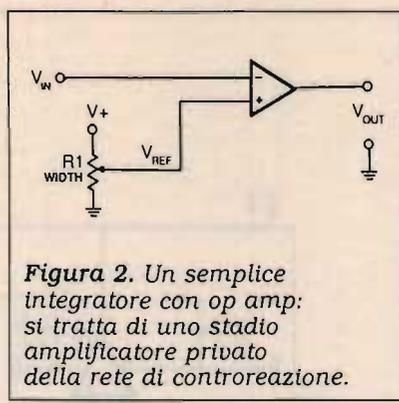
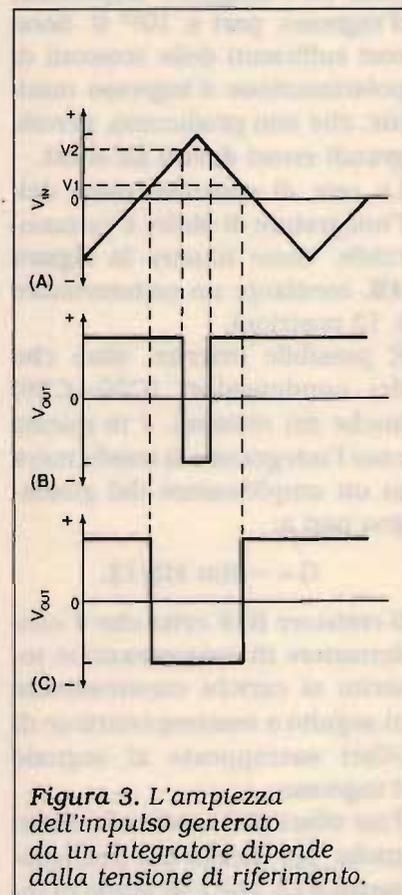

Figura 2. Un semplice integratore con op amp: si tratta di uno stadio amplificatore privato della rete di controreazione.
Figura 3. L'ampiezza dell'impulso generato da un integratore dipende dalla tensione di riferimento.
**Figura 2.** Oscillogrammi relativi ai segnali misurabili in alcuni punti del voltmetro durante una misura in CA (verticale: 2V/div, orizzontale: 0,1 ms/div): (A) segnale d'ingresso; (B) segnale all'uscita di IC1, piedino 6; (C) segnale rettificato sul catodo di D3; (D) tensione continua di controllo del VCO sul pin 5 di IC3; (E) segnale audio in uscita dal piedino 3 di IC3.
Ora, utilizzando un altro semplice circuito, il comparatore (**figura 2**), è possibile ottenere dei segnali impulsivi da quelli triangolari appena ricavati. Un comparatore può essere pensato come un amplificatore dal guadagno eccessivo, il quale, perciò, si satura con tensioni d'ingresso minime: è facile ottenere un circuito di questo tipo da un amplificatore a op amp, al quale sia stata tolta la rete di controreazione. Il guadagno disponibile sarà quello ad anello aperto che caratterizza il peculiare op amp impiegato: per il comunissimo 741, si ha il rispettabile valore di 300.000. Se la massima uscita ammessa è di 10 Vpp, l'ingresso si saturerà con un segnale di:  $(10/300.000) V_{pp} = 33 \mu V_{pp}$ ! Riprendendo in considerazione la **figura 2**, si immagini di applicare una tensione di riferimento all'ingresso non invertente (+) dell'op amp e il segnale triangolare precedentemente generato all'ingresso invertente (-). Il risultato è quello visibile in **figura 3**: in A è visibile il segnale triangolare d'ingresso, in B la forma d'onda per una tensione di riferimento  $V_2$ , in C quella con una tensione di riferimento più bassa ( $V_1$ ). Come si vede, aumentando la tensione di riferimento, la soglia d'innescò del comparatore si avvicina al vertice del triangolo, e l'im-